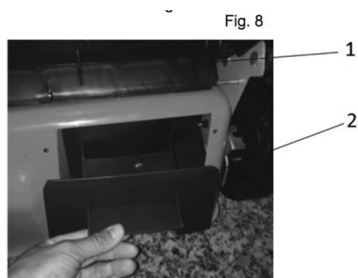

Fig. 8
1. Remueva la tolva de recogida y agarre la tapa del cortacésped con su mano. (Fig. 8).
2. Instale el tapón de mulching en la boca de descarga (Fig. 8) y asegúrese de que el mismo este puesto de manera correcta.